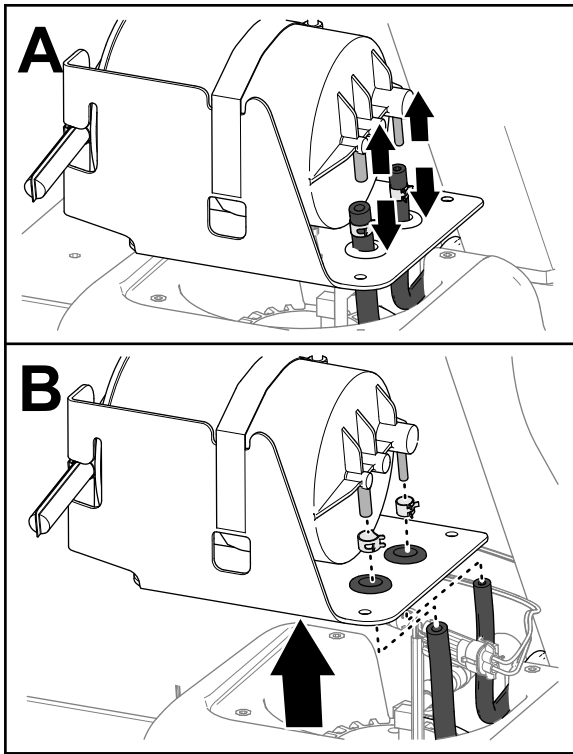

Figura 85
4. Separe os tubos dos encaixes (Figura 85).
5. Retire as braçadeiras dos tubos (Figura 85).
6. Retire o recipiente de carbono do depósito de combustível (Figura 85).